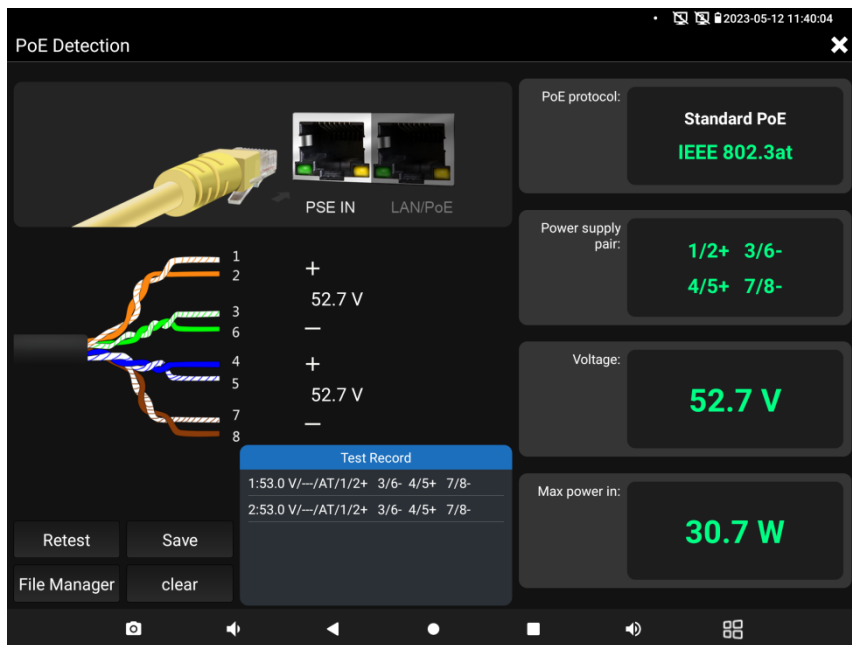

Рис. 145 Интерфейс приложения «PoE Detection»
4. На экране отобразится напряжение на пронумерованных парах, используемый PoE протокол, метод подачи PoE, потребляемую устройством мощность в ваттах, рис. 145